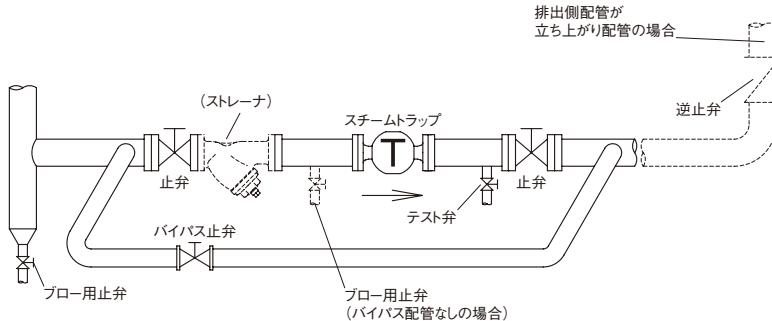

図2. 配管途中取付例略図
7. トラップを主管の途中に取り付ける場合は、主管と同径のセパレータを設けてください。(図2参照) また、セパレータにはゴミなどをブローするための、止弁を取り付けてください。